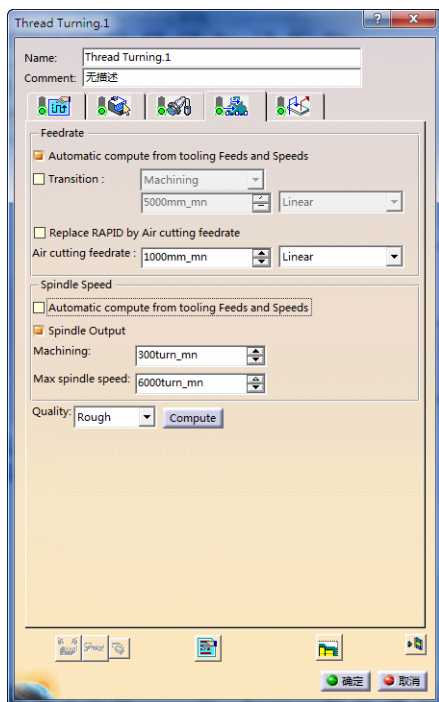

图 6-81 进给率参数选项卡（5）
4) 定义进给率。单击“Thread Turning.1”对话框中的，切换到进给率参数选项卡（5），如图 6-81 所示。